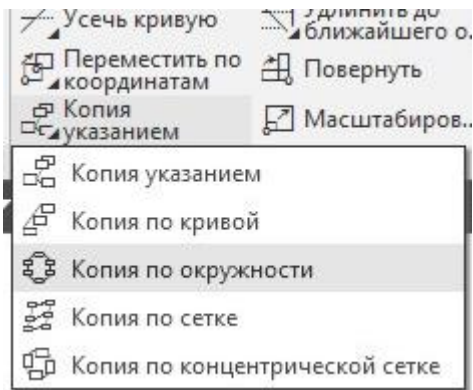
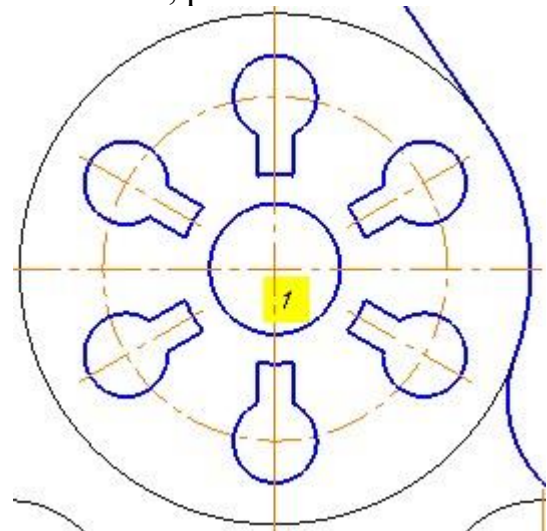

Рис. 3.5. Панель *Правка* з панеллю розширених команд копіювання
Рис. 3.6. Створення кругового масиву об'єктів
3.2.2.2. Натисніть кнопку *Копия по окружности*  на панелі *Правка*, рис. 3.5. Задайте кількість копій – 6. В полі *Размещение копий* натисніть кнопку *Вдоль всей окружности*. Вкажіть центр копіювання в точці 1. На екрані з'явиться фантом масиву. Натисніть кнопку *Создать объект* , а потім кнопку *Завершить* , рис. 3.6.